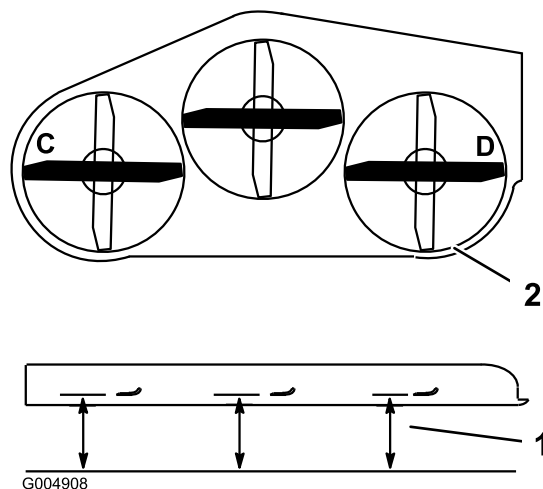

Figure 78
2. Tournez les lames pour les mettre parallèles dans le sens transversal. Mesurez la distance aux points C et D entre une surface plane et le bord coupant des pointes des lames (Figure 78).